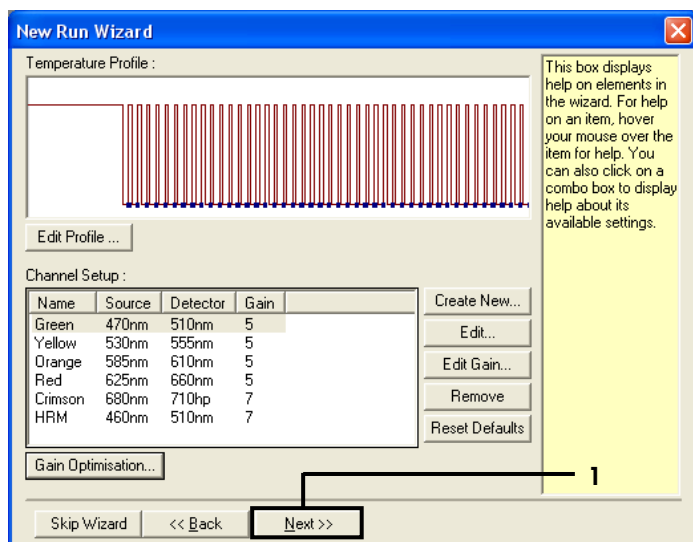

Abbildung 35. Temperaturbearbeitungsfenster des Dialogfelds „New Run Wizard“ (Assistent für neue Läufe)
4. Im nächsten Fenster kann das Temperaturprofil bearbeitet werden. (Wenn das Temperaturprofil gemäß der Anleitung unter „Protokoll: Erstellen eines Temperaturprofils“ auf Seite 75 erstellt wurde, ist keine Bearbeitung notwendig.) Klicken Sie auf „Next“ (Weiter) (Abbildung 35).